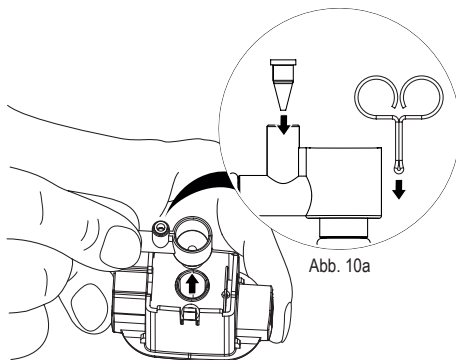

Abb. 10: Milchaufschäumerdüse entnehmen
10. Ziehen Sie die Milchaufschäumdüse am Anschluss für den Zulauf nach oben aus dem Kaffee-Milchlauf heraus (Abb. 10).